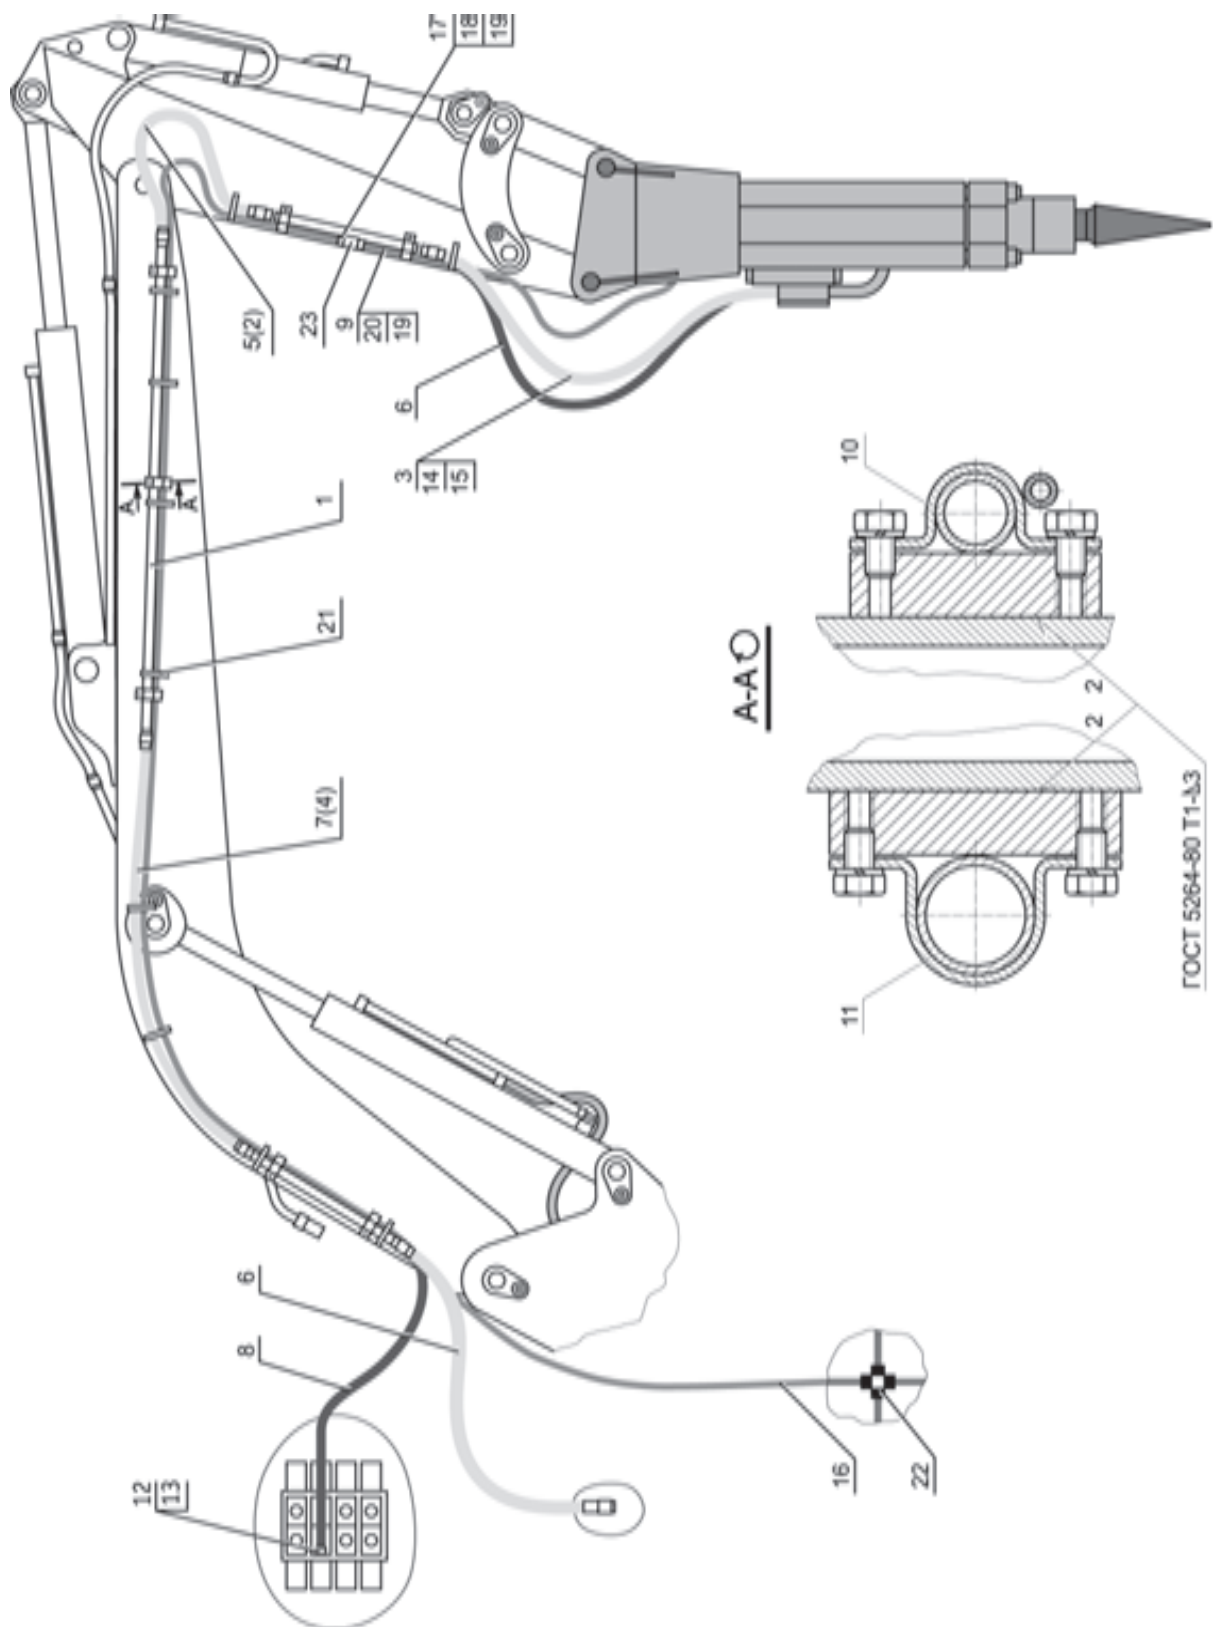

Рис. 4. Монтаж гидрооборудования гидромолота на рабочем оборудовании экскаватора ЕК-12
4.3.3. Монтаж гидрооборудования на поворотной платформе экскаватора ЕК-12 (рис.4; табл.2)